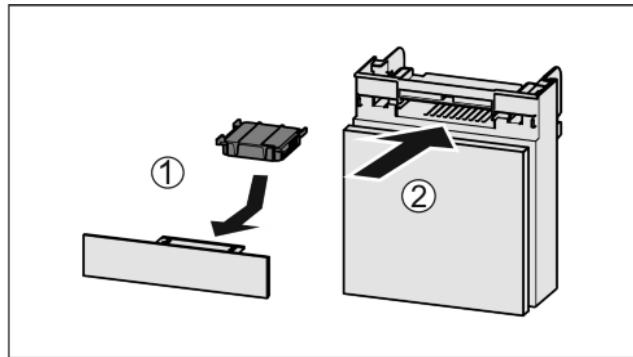

Fig. 34
- Introduceți Fig. 34 (1) filtrul de cărbune activ după cum se vede în figură.
- Împingeți Fig. 34 (2) compartimentul în interior.